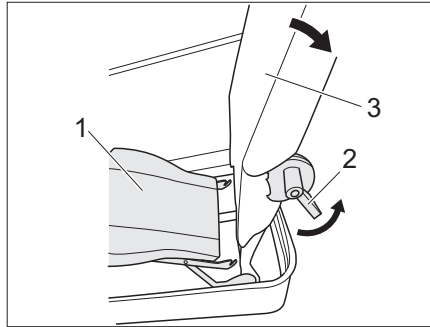
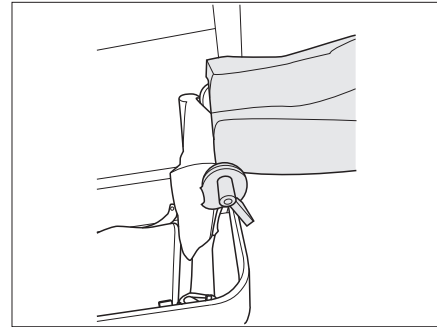

Bild 207 Haka av sätet
Bild 208 Vrid ryggstödet 90° bakåt
- Haka av sätet (Bild 207,1) och flytta det nedåt.
- Tryck på spak 1 (Bild 207,2) och vrid ryggstödet (Bild 207,3) bakåt 90° (Bild 208).